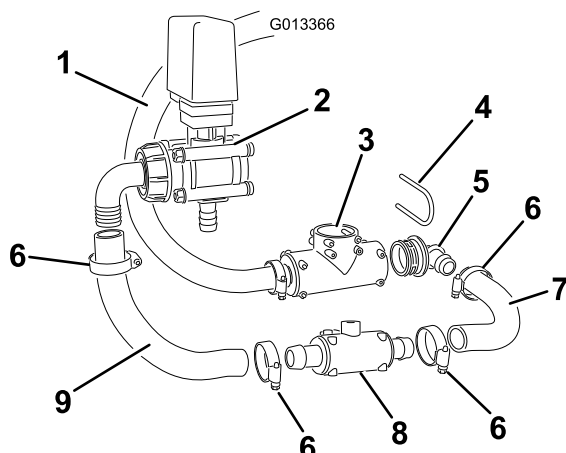

Bild 25
16. Setzen Sie ein 90-Grad-Anschlussstück (S67) in die rechte Seite des S67-T-Stücks ein (früher die Auslegerzufuhrleitung), wie in (Bild 25 dargestellt). Verwenden Sie das erste Stück des kurzen Schlauchs (auf 28 cm gekürzt) und schmieren Sie das Anschlussstück und den Schlauch mit Flüssigseife ein. Schieben Sie den Schlauch ganz auf das Anschlussstück. Befestigen Sie ihn mit einer Schlauchklemme.
17. Verwenden Sie das zweite Stück des kurzen Schlauchs (auf 28 cm gekürzt) und schmieren Sie das Anschlussstück und den Schlauch mit Flüssigseife ein (Bild 25). Schieben Sie es ganz auf das Umwälzungsventil. Befestigen Sie ihn mit einer Schlauchklemme.
18. Schieben Sie eine Schlauchklemme auf beide Seiten des eingesetzten kurzen Schlauchs. Verbinden Sie die zwei Schläuche mit dem T-Anschlussstück; schieben Sie jedes Schlauchende auf die gezahnten S53-Anschlussstücke (Bild 25). Befestigen Sie sie mit Schlauchklemmen.